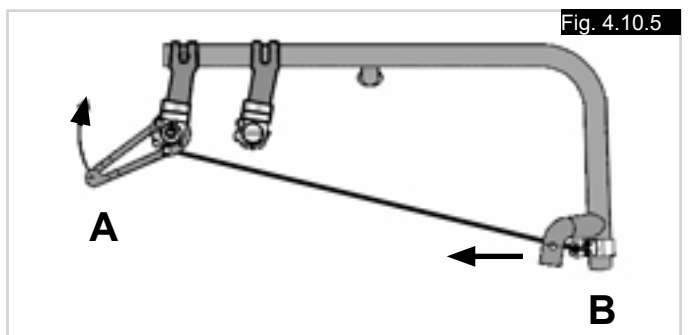

Fig. 4.10.5
- Beweeg de spanner (A) naar boven naar de ontvanger tot de voorzijde (B) net in beweging begint te komen richting achterzijde (Fig. 4.10.5).
- Houd de kabel met behulp van de spanner strak gespannen, en draai de schroef op de kabelontvanger aan de achterzijde aan (Fig. 4.10.5).